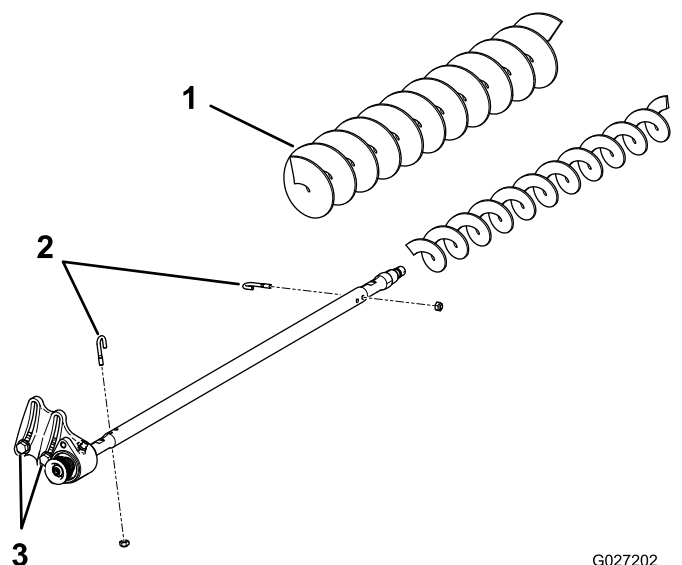

Рисунок 21
3. Отверните два J-образных болта и гайки (Рисунок 21).
4. Снимите с вала щетки находящуюся на нем щетку (Рисунок 21).
5. Ослабьте затяжку двух болтов с шайбами и гайками, которые крепят корпус подшипника приводной стороны к монтажному кронштейну корпуса подшипника (Рисунок 21).
6. Наденьте щетку большой высоты скашивания на вал щетки (Рисунок 21).
7. Прижмите щетку к валу с помощью двух ранее снятых J-образных болтов и гаек (Рисунок 21).